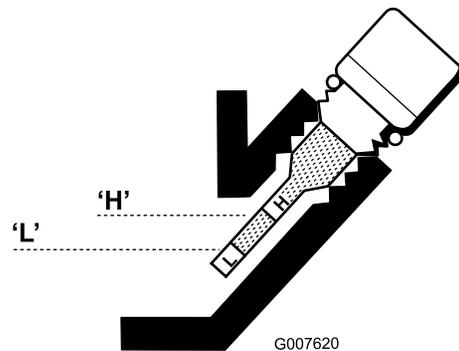

Figura 20
5. Se o nível estiver baixo, adicione apenas o óleo suficiente para aumentar o nível até se encontrar entre as marcas H e L no medidor (Figura 20). **Não encha demasiado.**